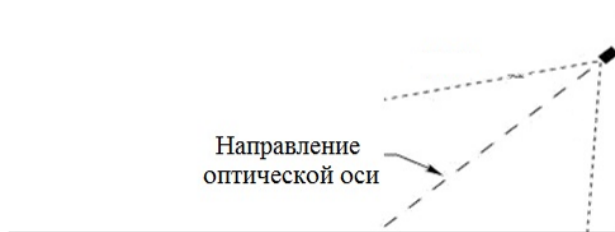

Рисунок 2 – Рекомендуемая установка термокожуха по отношению к горизонту
- Термокожух рекомендуется нацеливать на объект по нисходящей под углом к горизонту, по крайней мере, 10 - 20 градусов (см. рис. 2). Такая установка предотвращает скопление